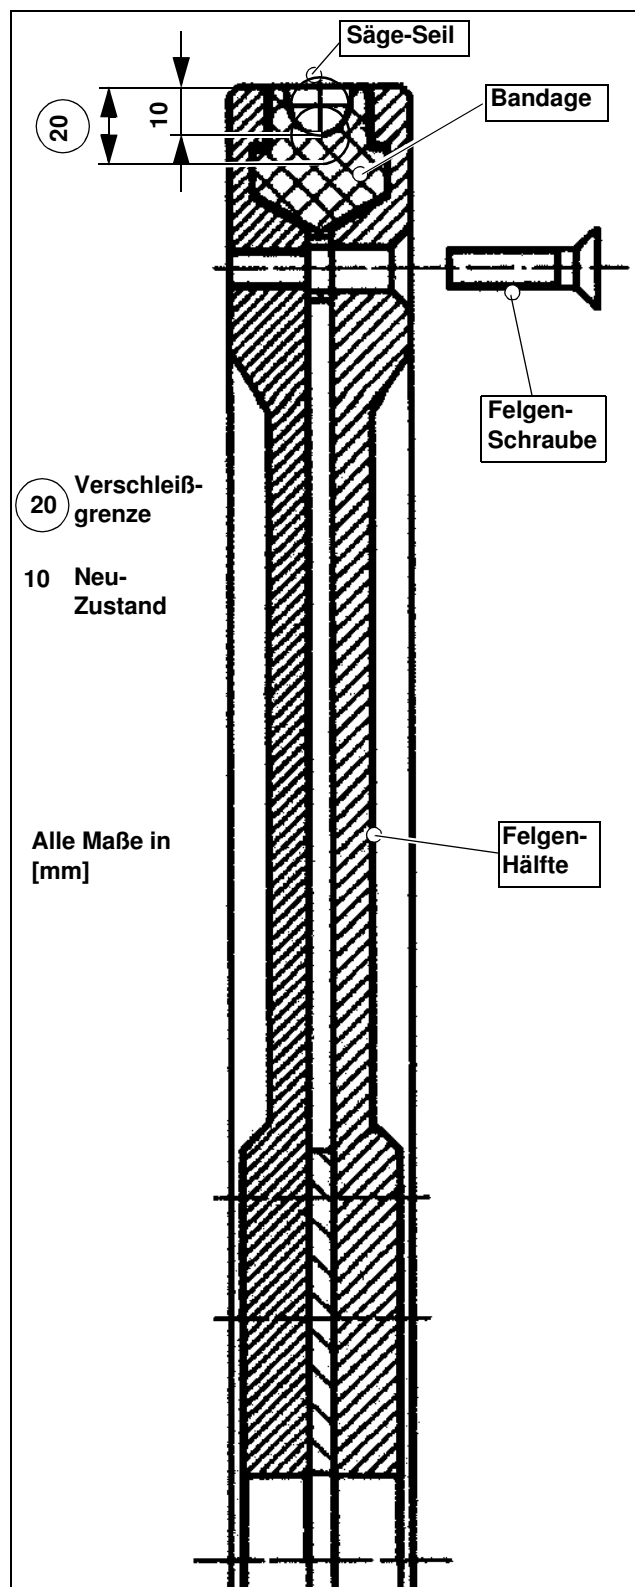

Bild 8.5 Verschleißgrenze der CSA•1000 / 1001 Seil-Treibrad-Bandage (Ø 600 mm Seil-Treibrad im Halbschnitt)
- Prüfen, messen Sie, ob die Seil-Treibrad-Bandage die Verschleißgrenze erreicht hat (Bild 8.5)!
- Lösen und entfernen Sie die 6 Schrauben aus dem Innen- und die 8 Schrauben aus dem Außenkreis der Treibrad-Felge (Bilder 5.8 und 8.4) und heben Sie die obere (rechte) von der unteren (linken) Felgenhälfte (Bild 8.5)!